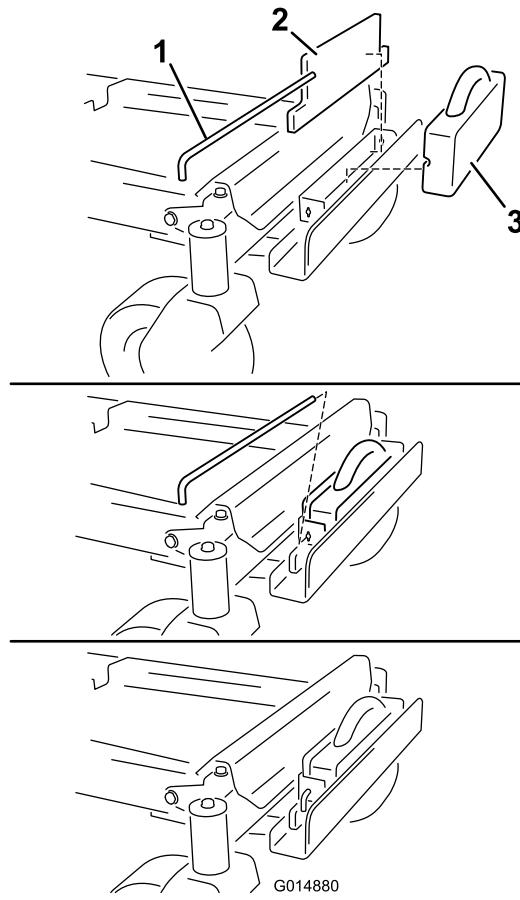

Figure 9
8. Montez une masse plate sur le support de masse et déplacez-la en arrière pour la mettre au même niveau que le support (Figure 9).
9. Placez un poids valise devant le poids plat (Figure 9).
10. Fixez les masses sur le support de masse avec une barre transversale à détrompeur (Figure 9). Positionnez la barre et tournez-la de 90 degrés vers le bas pour la verrouiller en place.